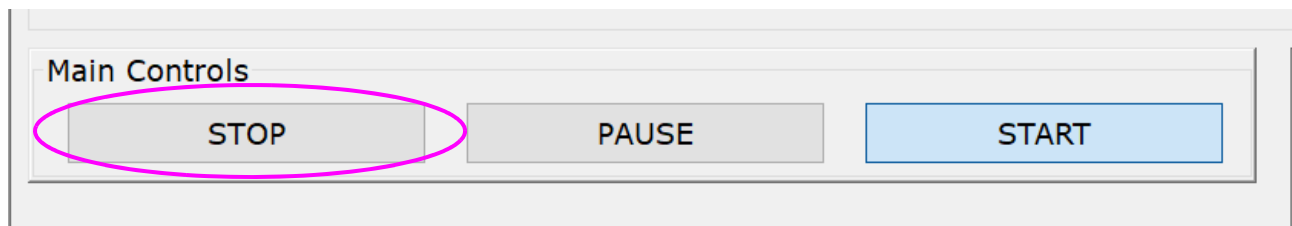

Figure 1-41: Tela de Execução da Hospedagem OPEX - Botão PARAR
1. Ao terminar, na tela de Hospedagem OPEX, clique em **PARAR** (consulte Figure 1-41). Isso para os transportadores e retorna os iBOTs.